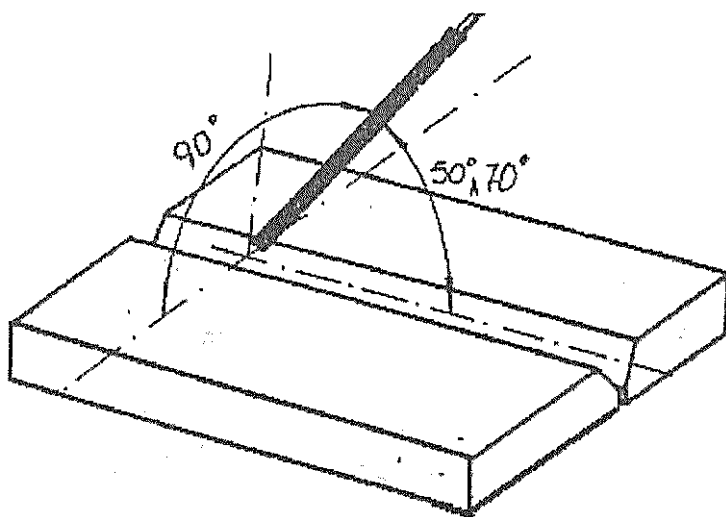

Fig. 4
b) Incline el electrodo (fig. 4)